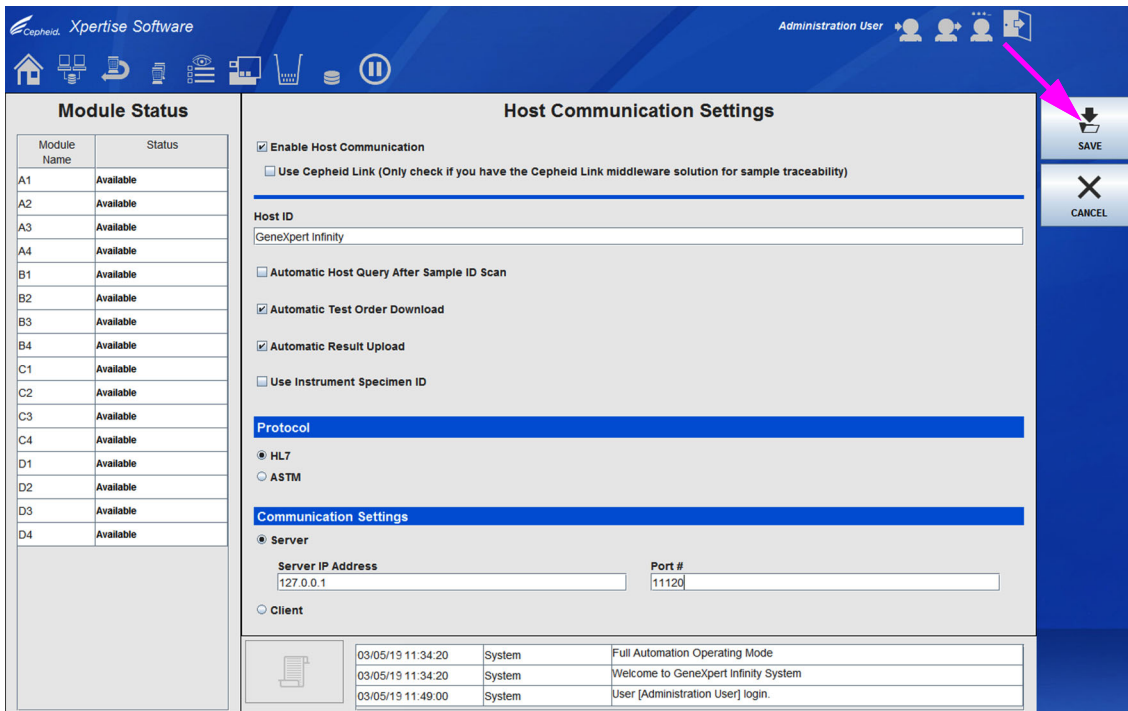

Figura 2-33. Área de trabalho Host Communication Settings (Definições de comunicação do anfitrião) após edição
8. Depois de ter configurado as comunicações do anfitrião, conforme necessário, selecione o botão **SAVE (GUARDAR)**. Ver Figura 2-33.